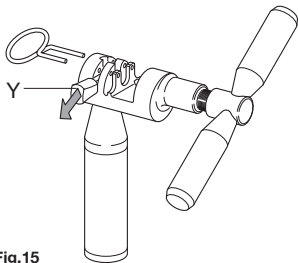

Fig.15
- Preparar la herramienta **UT-CN400** colocando la lengüeta en modalidad de cierre (Y - **Fig. 15**).